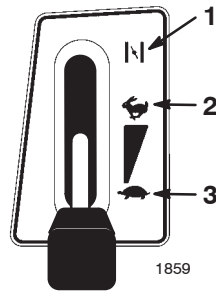

Bild 8
4. Stellen Sie den Gasbedienungshebel auf Choke (Bild 8).
6. Schieben Sie den Gasbedienungshebel, sobald der Motor angesprungen ist, langsam auf Schnell (Bild 8). Stellen Sie, wenn der Motor aussetzt oder unregelmäßig läuft, den Gasbedienungshebel für ein paar Sekunden wieder zurück auf Choke. Stellen Sie den Gasbedienungshebel dann auf Schnell. Wiederholen Sie diesen Vorgang nach Bedarf.
1. Stellen Sie den Gasbedienungshebel auf Schnell (Bild 8).